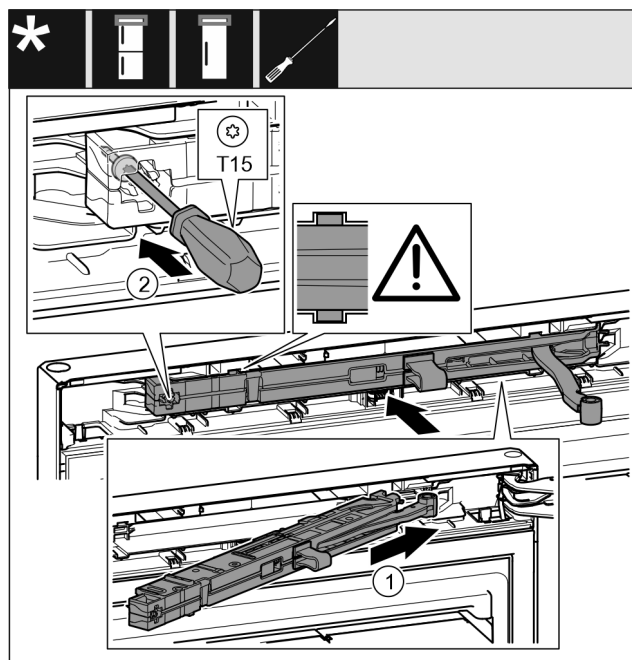

Fig. 23
- ▶ Jednotku tlumiče zavírání na straně stojanu ložiska zasuňte až na doraz šikmo do vybrání. Fig. 23 (1)
- ▶ Šroubovákem T15 pevně utáhněte šroub. Fig. 23 (2)